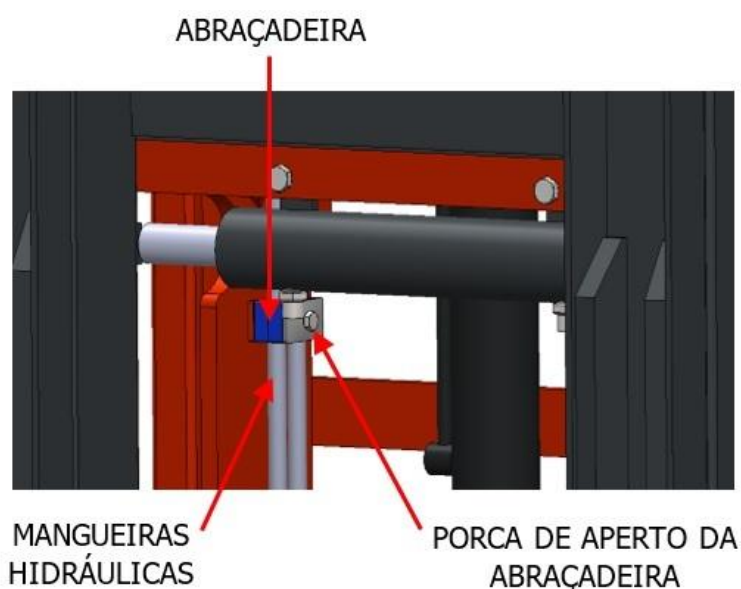

Figura 9.4 – Mecanismo de afinação das correntes de elevação.
2. Alivie os parafusos da abraçadeira de fixação das mangueiras (*Figura 9.4*).